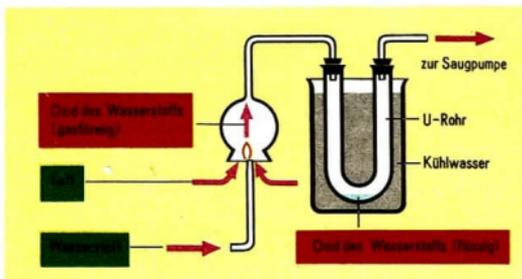

Abb. 50 Darstellen, Auffangen und Kondensieren des Wasserstoffoxids (Wasser)
**Vorsicht!** Wasserstoff wird an der Luft verbrannt. Das gasförmige Oxid wird durch ein U-Rohr gesaugt und abgekühlt (Abb. 50, S. 76).